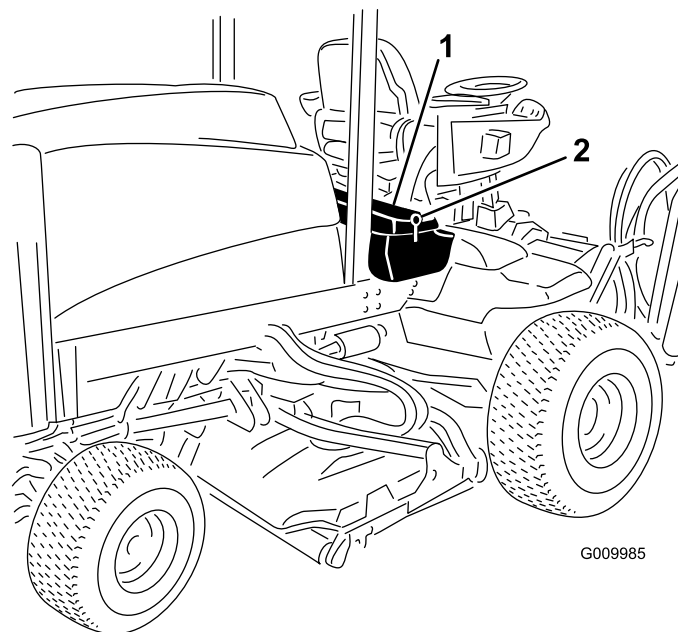
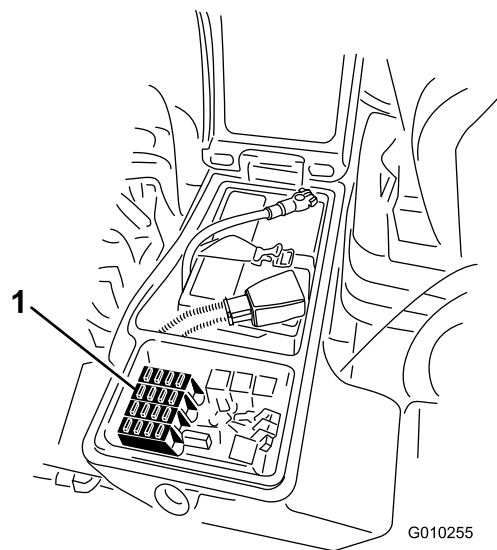

Рисунок 61
Рисунок 62
1. Ослабьте фиксацию защелки крышки правого вещевого отсека и поднимите крышку (Рисунок 61).
- Замените открытый плавкий предохранитель (предохранители) при необходимости (Рисунок 62).
- Закройте крышку правого вещевого отсека и зафиксируйте ее защелкой (Рисунок 61).
- Ослабьте фиксацию защелки крышки правого вещевого отсека и поднимите крышку (Рисунок 61), чтобы получить доступ к блоку предохранителей (Рисунок 62).